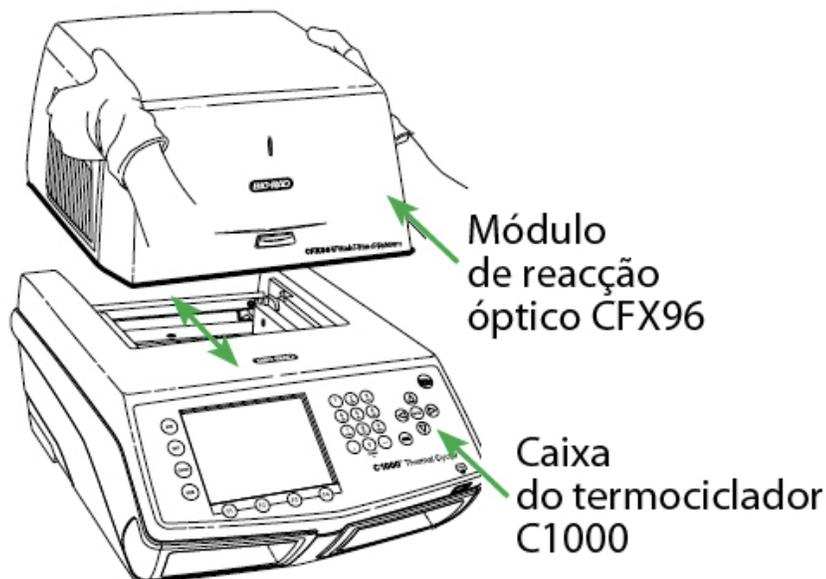

Figura 4. Colocação do módulo de reacção óptico na caixa do C1000.
2. Levante o módulo de reacção óptico pelas reentrâncias localizadas acima das aberturas de ventilação laterais (Figura 4).